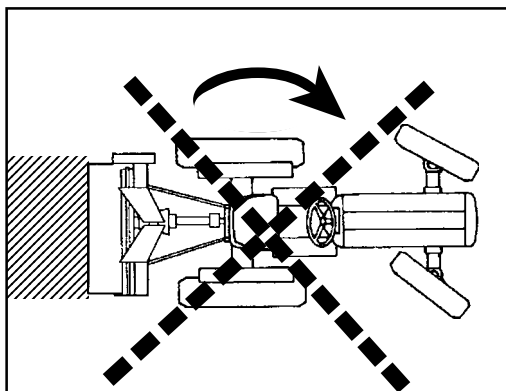
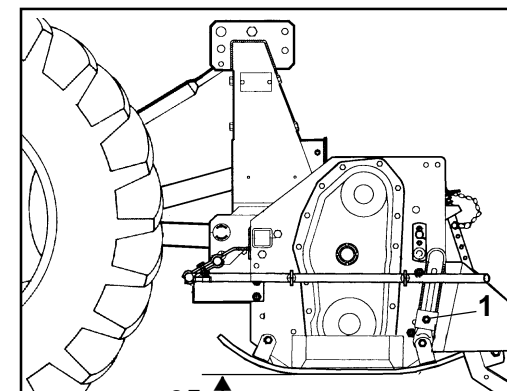

Fig. 12
Fig. 14
Evitare di far girare a vuoto (fuori del terreno) la zappatrice. Durante il lavoro evitare di effettuare curve con la macchina interrata, ne tantomeno lavorare in retromarcia (Fig. 12, 13). Sollevarla sempre per i cambiamenti di direzione e le inversioni di marcia. Durante il trasporto, od ogni qualvolta si renda necessario il sollevamento della zappatrice, è opportuno che il gruppo di sollevamento del trattore venga regolato in modo che la zappatrice stessa non sia sollevata da terra per più di 35 cm circa (Fig. 14). Evitare di immettersi su strade pubbliche con la macchina sporca di terra, erba o quant'altro che produca sporcizia e/o intralcio al traffico stradale.
Never allow the steering hoe to operate out of the soil. During work, avoid turning corners while the implement is soil working. Never work in reverse (Fig. 12, 13). Always raise the implement in order to reverse or change direction.
During transport, or whenever the implement must be raised, it is advisable to adjust the lift unit of the tractor so that the implement itself is not raised more than about 35 cm from the ground (Fig. 14).
Vermeiden Sie es, die Hackfräse unbelastet (außerhalb der Erde) laufen zu lassen. Wenn das Gerät unterirdisch arbeitet, keine Kurven fahren und auch nicht rückwärts fahren (Abb. 12, 13). Das Gerät zum Ändern der Richtung und zum Wenden immer ausheben. Während des Transportes, jedesmal wenn das Ausheben des Gerätes erforderlich wird, sollte der Kraftheber des Schleppers immer so eingestellt werden, daß das Gerät nicht mehr als circa 35 cm Abstand vom Boden aufweist (Abb. 14).
Évitez de faire tourner l'appareil à vide (hors du sol). Pendant le travail évitez les virages quand la houe est enterrée ou bien en marche arrière. Relevez toujours l'appareil lors des changements de direction et des inversions de marche (Fig. 12, 13). Pendant le déplacement et chaque fois qu'il faut relever la houe, veillez à ce que le groupe de relevage du tracteur soit réglé de manière à la soulever au moins de 35 cm (Fig. 14).
Evitar hacer girar en vacío (no apoyada sobre el terreno) la binadora. Durante el trabajo evitar efectuar curvas con la máquina enterrada y no trabajar marcha atrás. Alzarla siempre para cambiar de dirección y para las inversiones de marcha (Fig. 12, 13). Durante el transporte, cada vez que se hace necesario alzar el equipo, es conveniente que el grupo de elevación del tractor se regule en modo tal que el equipo mismo no se alce desde el suelo más de 35 cm aprox. (Fig. 14). Evitar el ingreso en carreteras públicas con la máquina sucia de tierra, hierba o todo otro elemento que produzca suciedad y/o obstruya el tráfico de la carretera.
**Zappatrici con slitte:** per regolare la profondità nelle zappatrici con slitte, è necessario allentare la vite di registro (1 Fig. 14), alzare o abbassare la slitta nella posizione desiderata, riavvitare poi la vite di registro. Questa operazione va effettuata su tutte e due le slitte e varia a seconda del terreno.
*Machine with skids: to adjust working depth on this type of machine you must loosen the adjustment screw (1 Fig. 14) and raise or lower the skid the desired amount. Then retighten the screw. Both skids should be subjected to this operation which will vary according to the type of soil.*
**Maschine mit Schlitten:** um die Arbeitstiefe der Maschine mit Schlitten zu bestimmen, ist es notwendig die Stellschraube zu lockern (1 Abb. 14), den Schlitten im gewünschten Maße zu heben oder zu senken, und die Stellschraube wieder anzuziehen. Diese Vorgang ist auf beiden Kufen vorzunehmen und hängt von der Bodenbeschaffenheit ab.
*Machine avec patins: pour régler la profondeur sur les machines avec patins, desserrer la vis de réglage (1 Fig. 14), soulever ou abaisser les patins à la mesure désirée et revisser la vis de réglage. Cette opération doit être effectuée sur les deux patins et varie selon le sol.*
**Màquinas con correderas:** para ajustar la profundidad en las máquinas con correderas, hace falta quitar el perno de registro (1 Fig. 14), subir o bajar las correderas de la misma deseada y volver a introducir el perno en su agujero. Esta operación se efectúa sobre ambas correderas y varia de acuerdo al terreno.